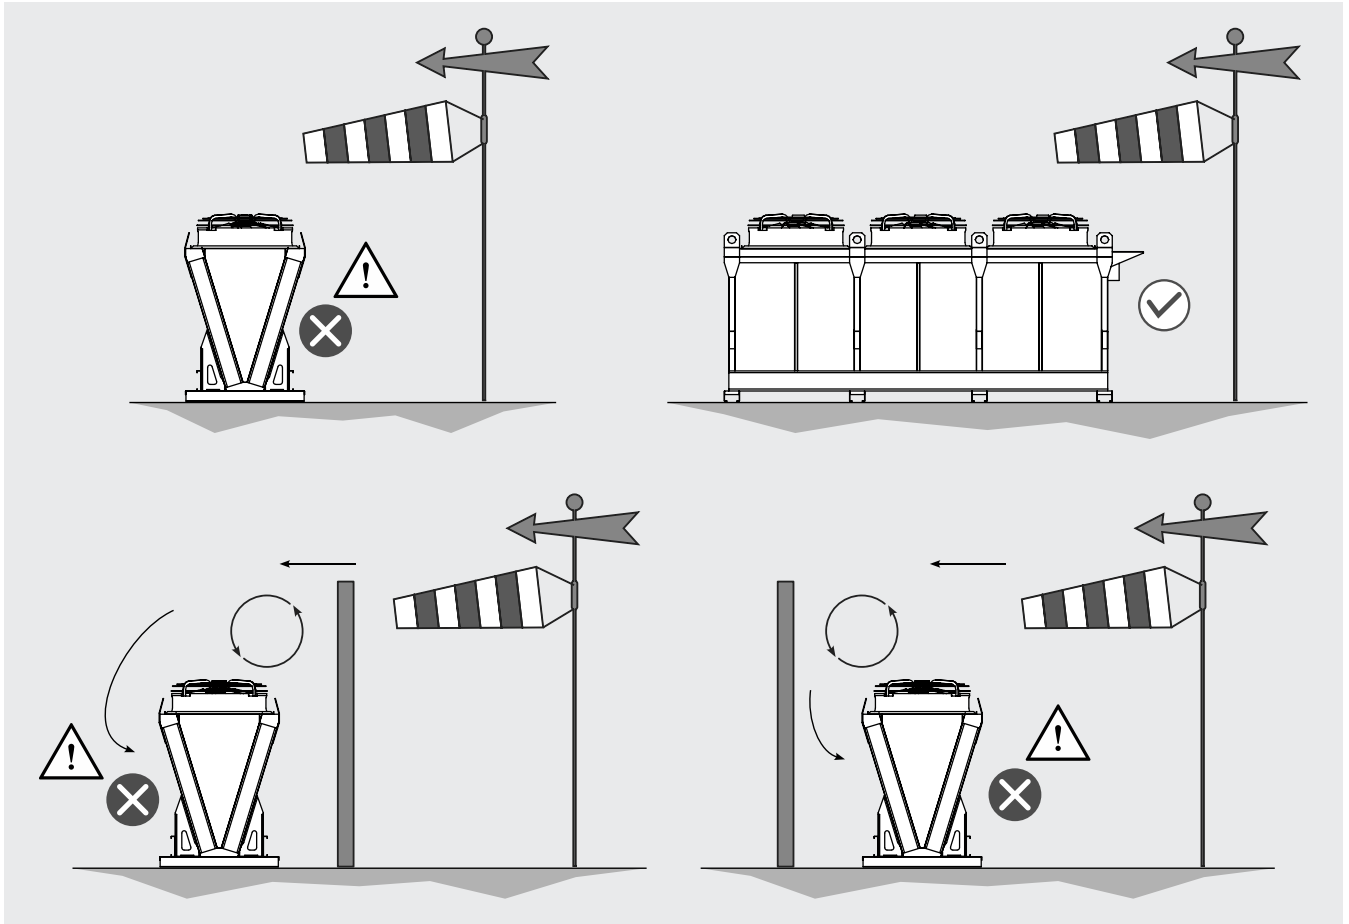

Figura 4
- 4.5 Las corrientes de viento transversal, tanto en presencia como en ausencia de obstáculos, pueden provocar fenómenos de recirculación de aire con disminución del rendimiento del modelo. Véase la Figura 4.